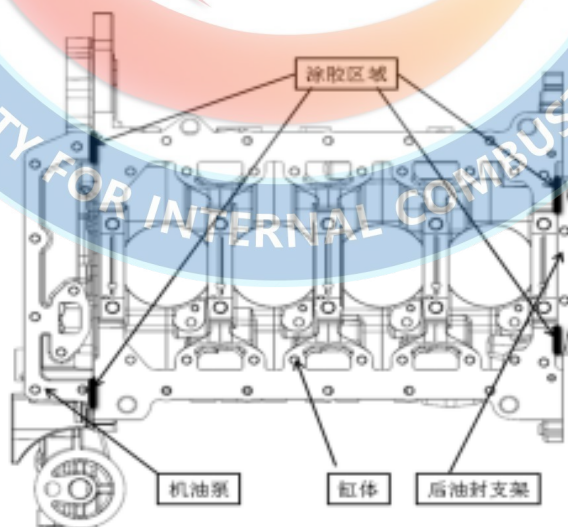

图13 油底壳密封涂胶位置示意图
- 6.9.2 安装油底壳。在缸体部分涂抹密封胶，涂胶位置见图 13。